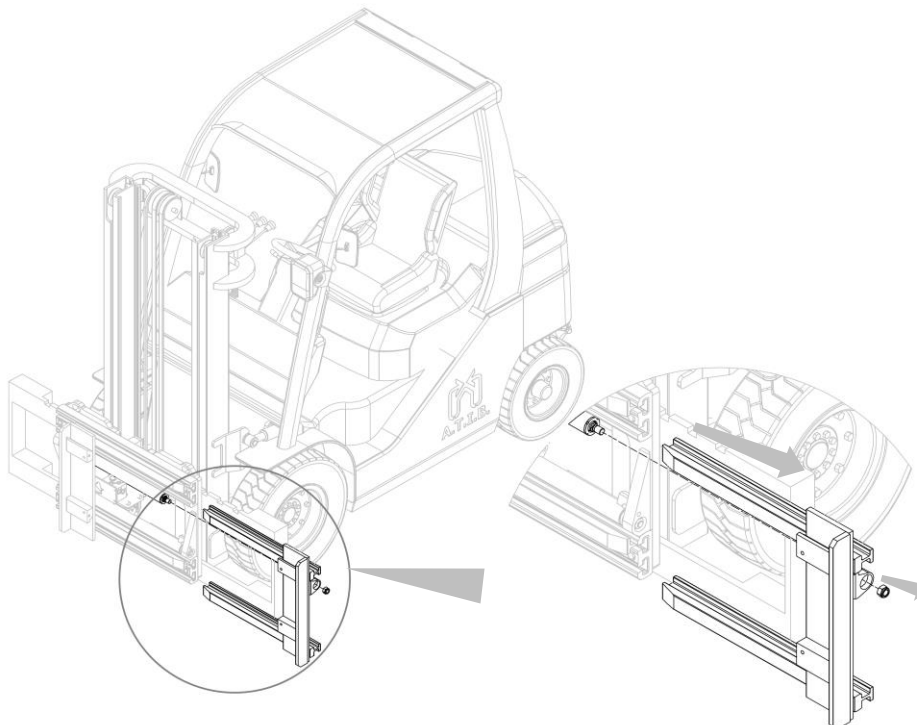

Figura 23
3. Retire los apoyos de las horquillas después de haber desatornillado las tuercas correspondientes que las fijan a los cilindros (mira *Figura 23*).